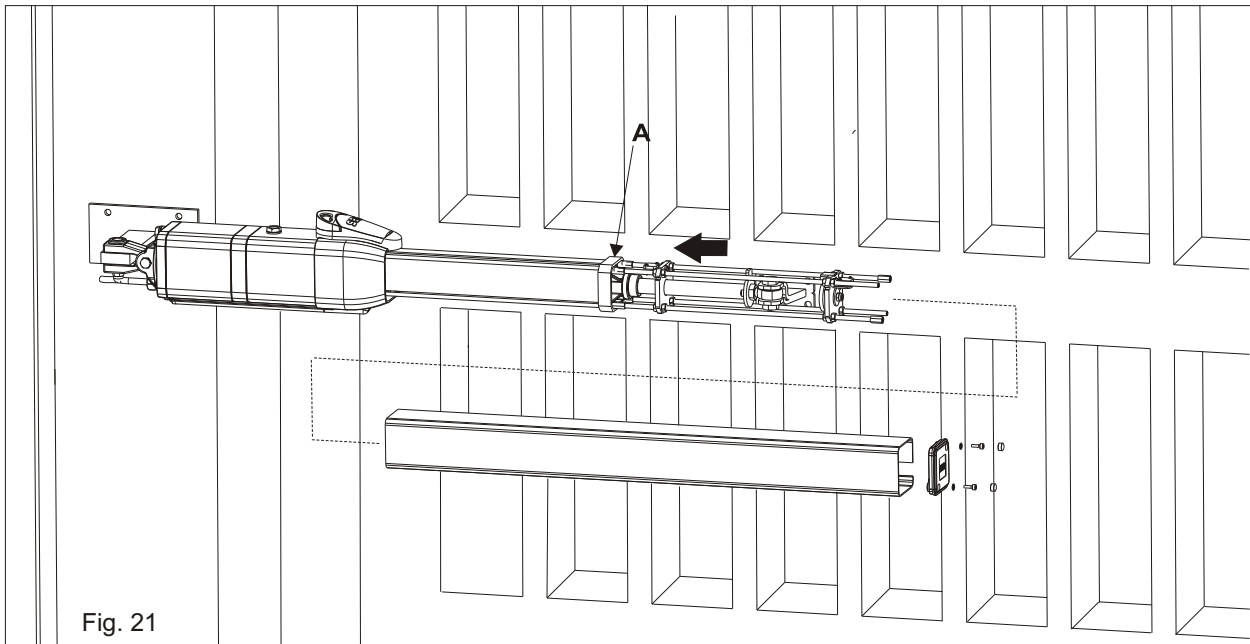

Fig. 21
S'assurer d'avoir inséré le cadre en plastique anti-vibration (A) avant d'insérer le couvre tige extrusé (Fig. 21).